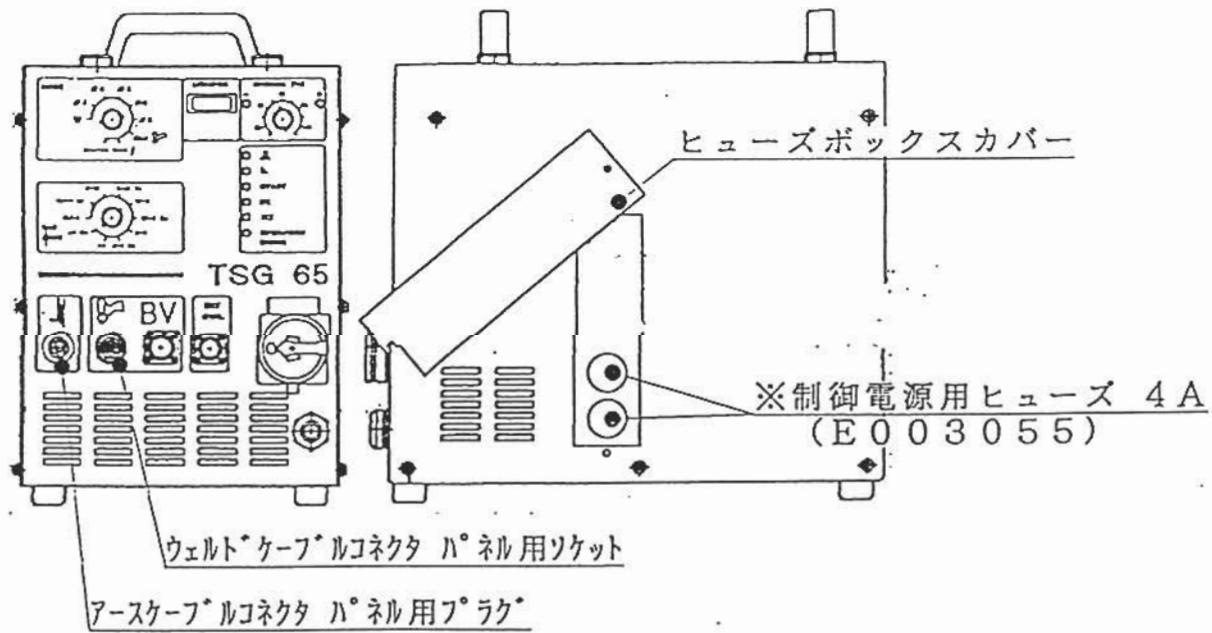

図7-① TSG65 推奨保用部品配備位置
※ 当部品表 及び 下図7-①は、電源電圧200V仕様用部品を記載してあります。